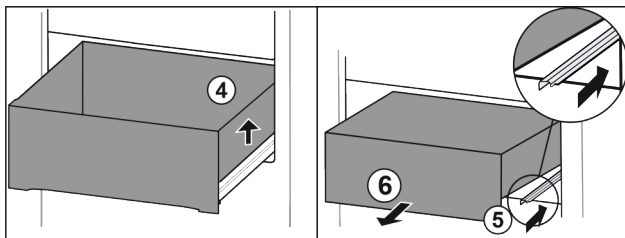

Fig. 16
- ▶ Nadvihnite zásuvku doprava. Fig. 16 (4)
- ▶ Zasuňte pravú koľajničku. Fig. 16 (5)
- ▶ Odoberte zásuvku dopredu. Fig. 16 (6)